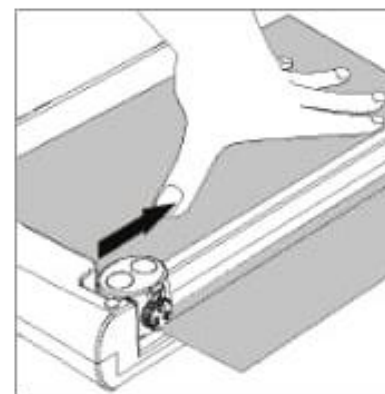

Fig. 2
5. Pentru a finaliza taierea, apasati capul de taiere in jos si glisati-l de-a lungul sinei de ghidare spre cealalt capat, vedeti Fig. 2.